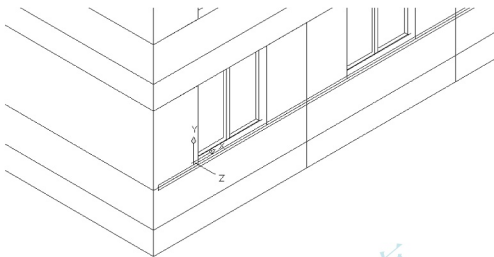

图 6.64 绘制窗台线模型
- (3) 在指定下一个点或 [圆弧(A)/半宽(H)/长度(L)/放弃(U)/宽度(W)]: 提示下，输入“W”后按 Enter 键。
- (4) 在指定起点宽度<0.0000>: 提示下，输入“120”。
- (5) 在指定端点宽度<120.0000>: 提示下，按 Enter 键执行尖括号内的值。
- (6) 在指定下一点或 [圆弧(A)/闭合(C)/半宽(H)/长度(L)/放弃(U)/宽度(W)]: 提示下，打开【正交】功能，将光标向 X 轴的正方向拖动，输入“20220”，表示该窗台线长度为 20220mm。
- (7) 按 Enter 键结束命令，结果如图 6.64 所示。